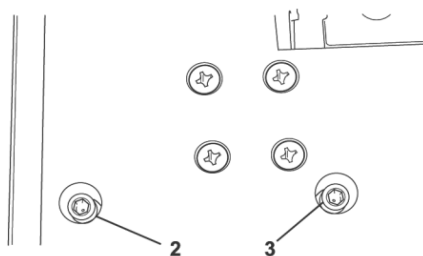

Fig. 10 – Ajuste del ángulo
5. Si fuera necesario ajustar el ángulo, en la base de la máquina existen dos pernos Allen de regulaje. El perno Allen (2) regula el ángulo de 0° y el perno (3) es para el regulaje del ángulo de 45°, fig. 10
5 - Si fuera necesario ajustar el ángulo, en la base de la máquina existen dos pernos Allen de regulaje. El perno Allen (2) regula el ángulo de 0° y el perno (3) es para el regulaje del ángulo de 45°, fig. 10.